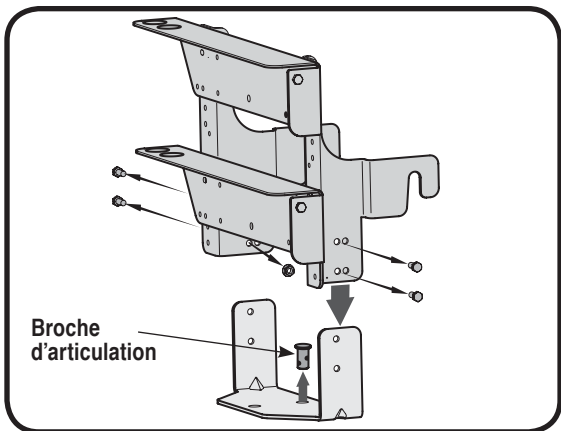

Figure 9
4. Enlevez l'anneau de retenue et la broche d'articulation de l'arrière du support de fixation. Voir la Figure 9.